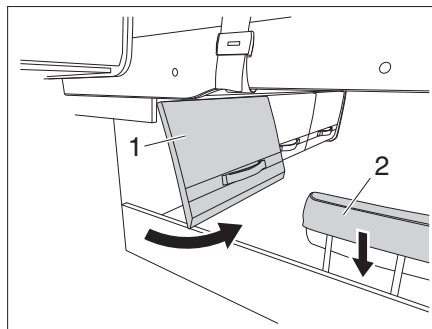

Fig. 161 Trampilla del compartimento y reposacabezas
- Abrir la trampilla del compartimento (Fig. 161,1).
- Bajar el reposacabezas (Fig. 161,2).